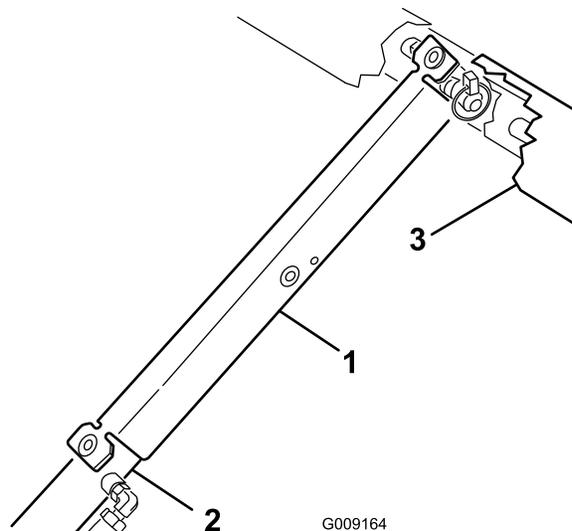

Figura 14
3. Introduza o suporte da plataforma na haste do cilindro, assegurando que as linguetas encostam à extremidade do cilindro e à extremidade da haste do cilindro (Figura 14).